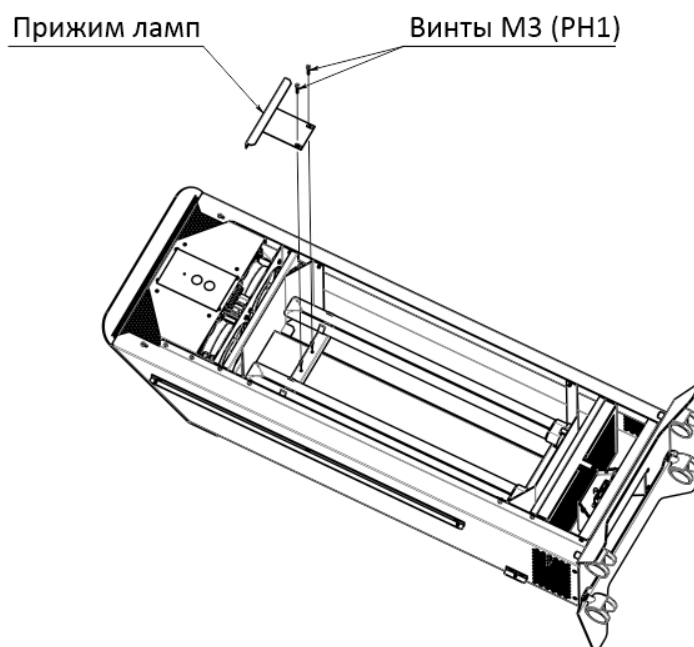

Рисунок 5. Разборка прижима ламп сверху.
- Открутить винты крепления прижима ламп сверху с помощью крестообразной отвёртки PH1 - смотри рисунок 5;